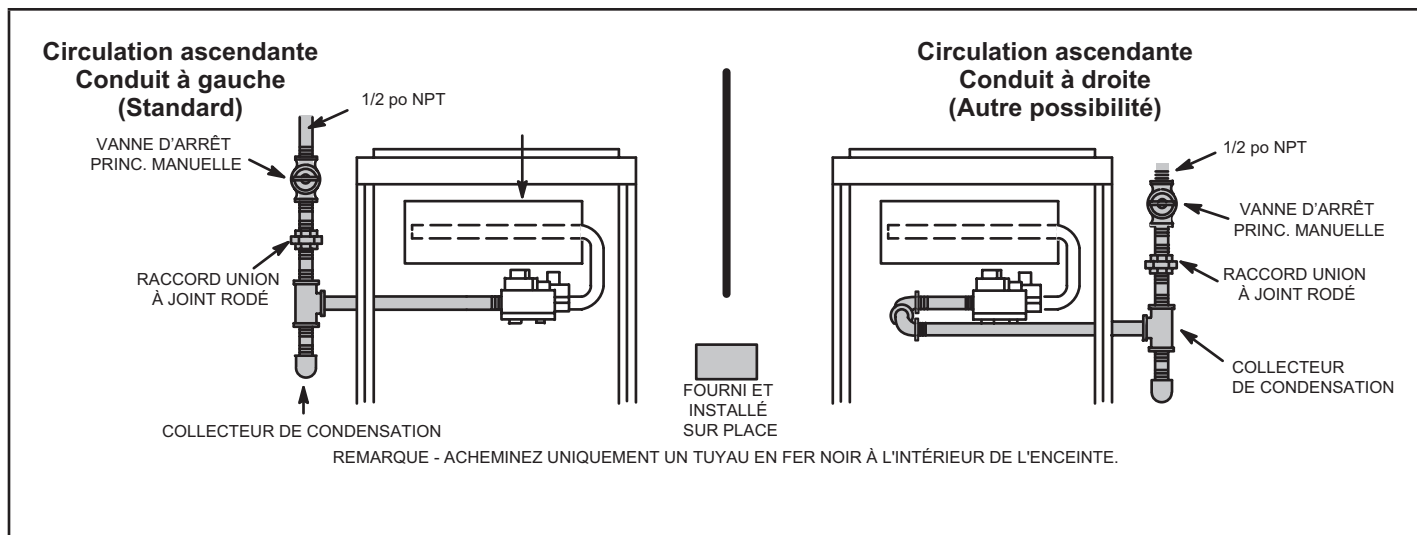
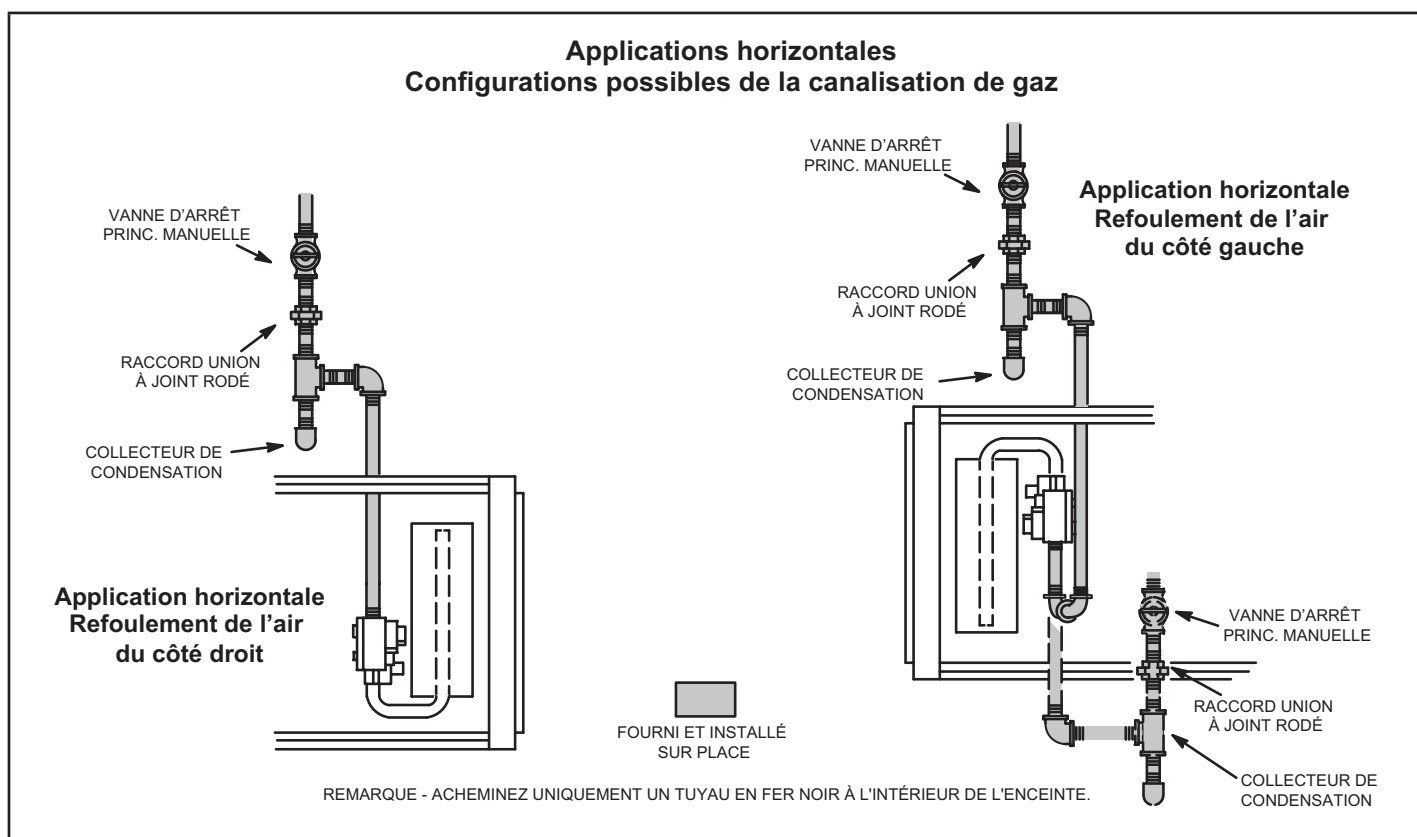

FIGURE 56
FIGURE 57
- 1 - La canalisation de gaz peut pénétrer dans l'appareil par le côté droit ou le côté gauche. La canalisation d'alimentation entre dans la vanne de gaz par le côté de la vanne, comme illustré à la FIGURE 56. Connectez la canalisation de gaz sur la vanne. La canalisation de gaz doit être serrée à un couple minimum de 350 livres et un maximum de 800 livres sur la vanne de gaz.
- 3 - La canalisation de gaz ne doit pas traverser les conduits d'air, les chutes à linge sale, les cheminées ou conduits d'évacuation des gaz, les monte-plats ou les cages d'ascenseur. Centrez la canalisation de gaz dans l'ouverture. La canalisation de gaz ne doit pas toucher le côté de l'unité. Reportez-vous à la FIGURE 56 et à la FIGURE 57.